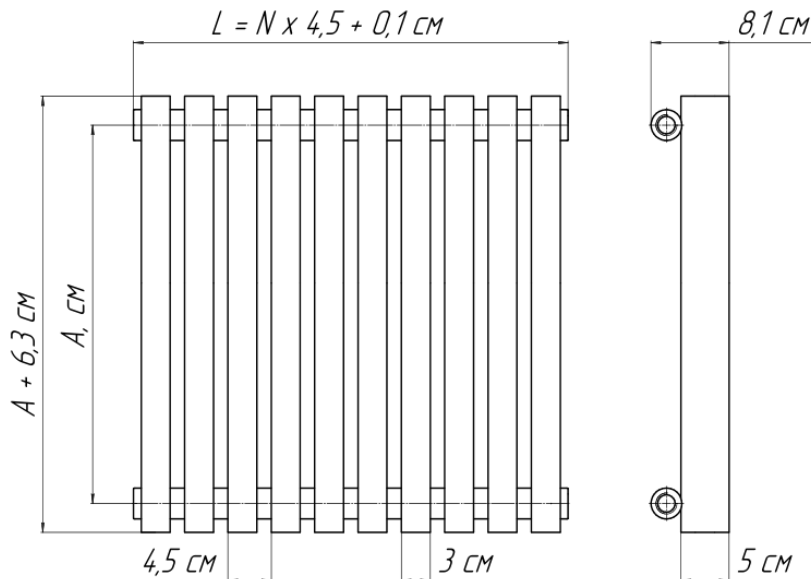

Рис.1. Радиатор «ELLIPSE P V», где: A – межцентровой монтажный размер; N – количество секций; L – габаритная длина.
2.1. Основные размеры и параметры радиаторов приведены на Рис.1 и в Таблице №1.